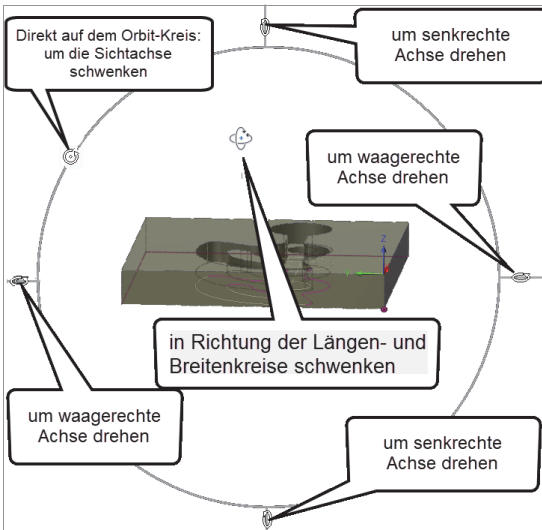

Abb. 1.19: Abhängiger Orbit mit Markierung und unterschiedlichen Cursor-Funktionen
- ORBIT – dient zum Schwenken der Ansicht mit gedrückter Maustaste. Alternativ kann die Funktion auch mit der Kombination -Taste und gedrücktes Mausrad ausgeführt werden. Die Standard-Option ist der FREIE ORBIT. Im Drop-down-Menü darunter verbirgt sich der ABHÄNGIGE ORBIT. Er hebt sich auf dem Bildschirm durch eine sehr schwache Markierung mit einem großen Kreis und vier Achsenmarken nur wenig vom Hintergrund ab (Abbildung 1.19).